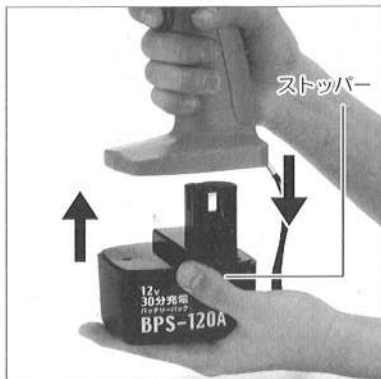

図3
- バッテリーパックを取りはずすときは片手で本体のハンドル部ににぎり、もう片方の手でバッテリーのストッパーの上を指で押しながらかいて下さい。(図3参照)